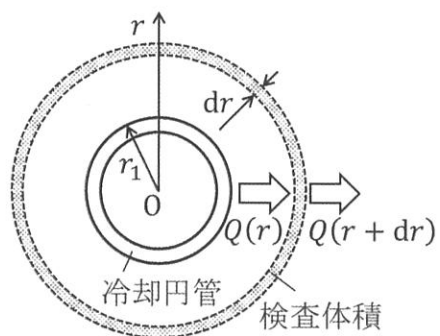

図 1-3
(1) 図 1-3 は、冷却円管を z 軸方向から見た図である。図 1-3 において微小厚さ dr 、軸方向単位長さの検査体積を考えたとき、検査体積に流入する熱量 $Q(r)$ を、熱伝導率 λ と水の温度 T を含む式で記述せよ。
(2) 図 1-3 の検査体積における熱収支は、 $Q(r)$ を用いて式(1.1)のように書ける。設問(1)で得られた $Q(r)$ の式を、式(1.1)に代入して、 $T(t, r)$ に関する非定常熱伝導方程式を導け。